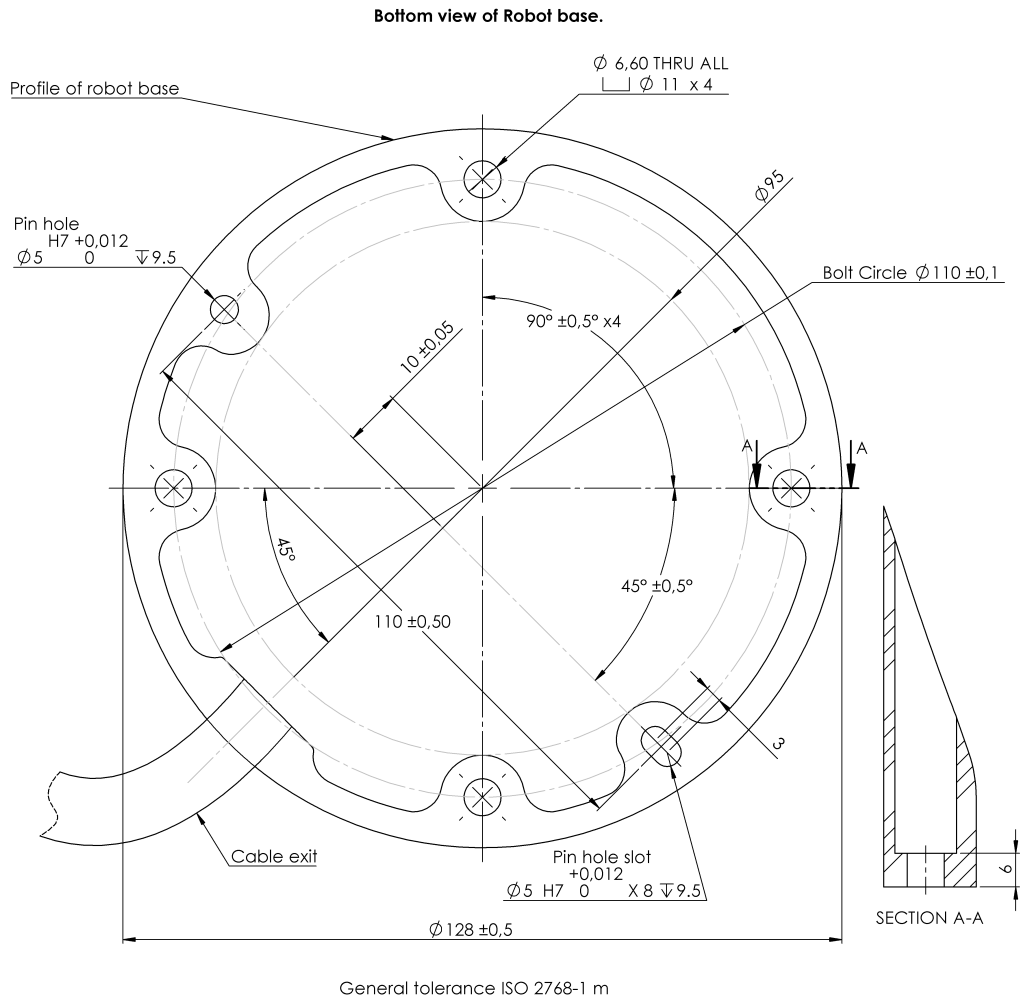

Figura 3.1: Furos na montagem do robô. Use quatro parafusos M6. Todas as medidas estão em mm.
**Braço do robô** O braço do robô é montado com quatro parafusos M6, usando os quatro furos 6.6 mm na base. Recomenda-se apertar esses parafusos com torque de 9 N.m. Se for desejado um reposicionamento do braço do robô com alta precisão, dois furos de Ø5 estão disponíveis para serem usados com um único pino. Além disso, uma contraparte precisa da base pode ser adquirida como acessório. A Figura 3.1 mostra onde fazer os furos e montar os parafusos.